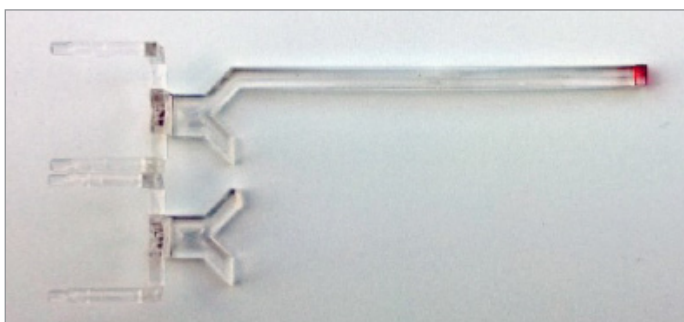

figura 1
8. Con un cutter affilato tagliare la guida luce più lunga alla stessa lunghezza di quella corta (figura 1). Fare in modo che la superficie tagliata sia sufficientemente piana, eventualmente passare la superficie con carta abrasiva molto fine.